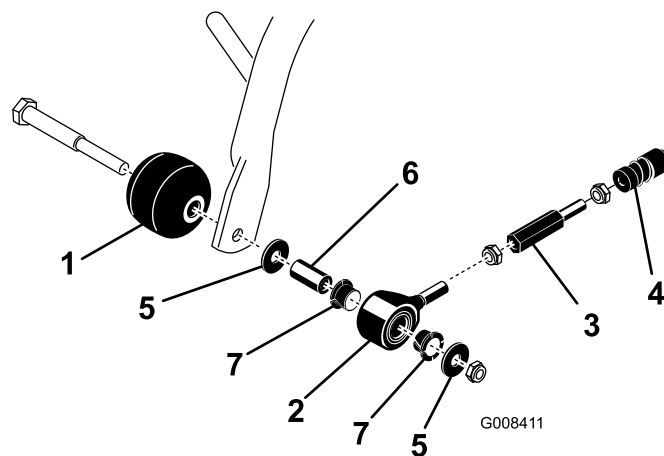

図 9
1. ローラ・シャフト・スペーサ、ワッシャ、ロックナットを使用して、芝刈り防止ローラとプル・リンク・アセンブリを各前キャリア・フレームの外側に取り付ける (図 9)。各パーツが図のとおり配置されていること、また、プル・リンクにナイロン製のブッシュがついていることを確認する。